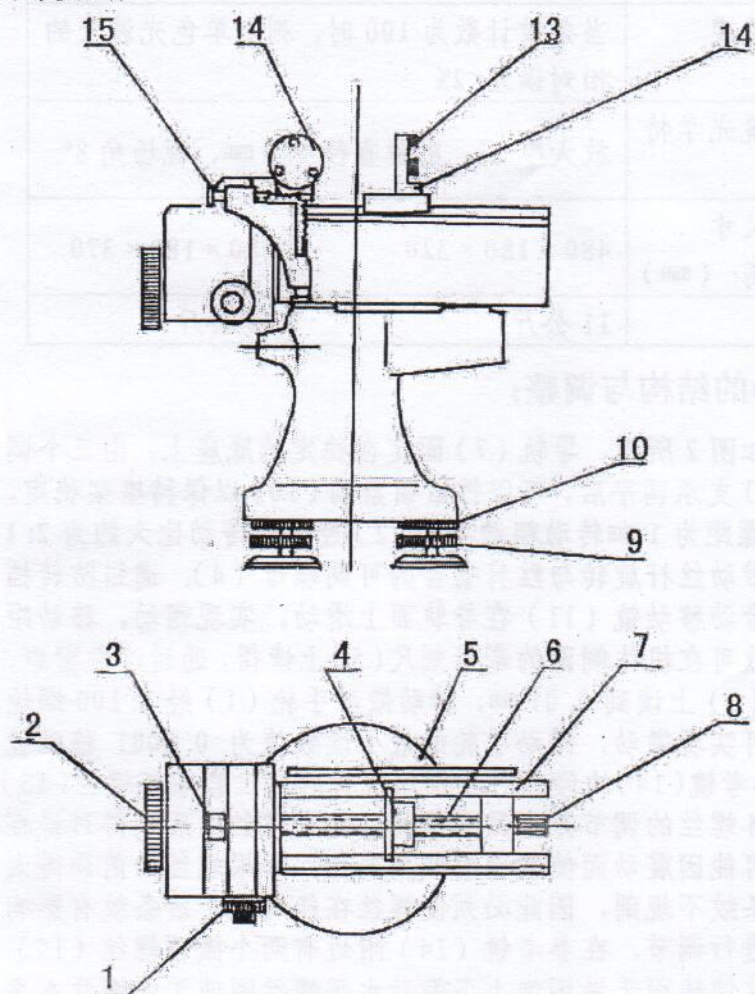

图 2 干涉仪结构示意图
仪器主体如图 2 所示, 导轨 (7) 固定在稳定的底座上, 由三个调平螺丝 (9) 支承调平后, 可以拧紧锁紧圈 (10) 以保持座架稳定, 丝杆 (6) 螺距为 1 mm 转动粗动手轮 (2) 经一对传动比大约为 2:1 的齿轮付带动丝杆旋转与丝杆啮合的可调螺母 (4), 通过防转挡块及顶块带动移动镜 (11) 在导轨面上滑动, 实现粗动, 移动距离的毫米数可在机体侧面的毫米刻尺 (5) 上读得, 通过读数窗口, 在刻度盘 (3) 上读到 0.01 mm, 转动微动手轮 (1) 经 1:100 蜗轮付转动, 可实现微动, 微动手轮的最小读数值为 0.0001 移动镜 (11) 和参考镜 (14) 的倾角可分别用镜背后的三颗滚花螺丝 (13) 来调节, 各螺丝的调节范围是有限的, 如果螺丝向后顶得过松在移动时, 可能因震动而使镜面有倾角变化, 如果螺丝向前顶得太紧, 致使条纹不规则, 因此必须使螺丝在能对于干涉条纹有影响的范围内进行调节, 在参考镜 (14) 附近有两个微调螺丝 (15) 垂直的螺丝使镜面干涉图像上下微动水平螺丝则使干涉图像水平移动, 丝杆和顶丝可通过滚花螺帽
(8) 来调整, 以期各部活动件须定期加薄油 (如钟油), 当使用完毕, 需存放一段时期时, 导轨丝杆面应上防锈油, 由于结构上原因, 微动手轮正反空回, 出厂时允许在 0.03 mm 范围内, 这对测试是无影响的。